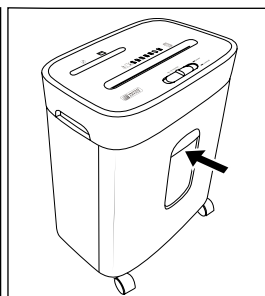

Fig. 4
- ◆ Introduza o recipiente de recolha grande 13 completamente na base do aparelho 15 (ver fig. 4).